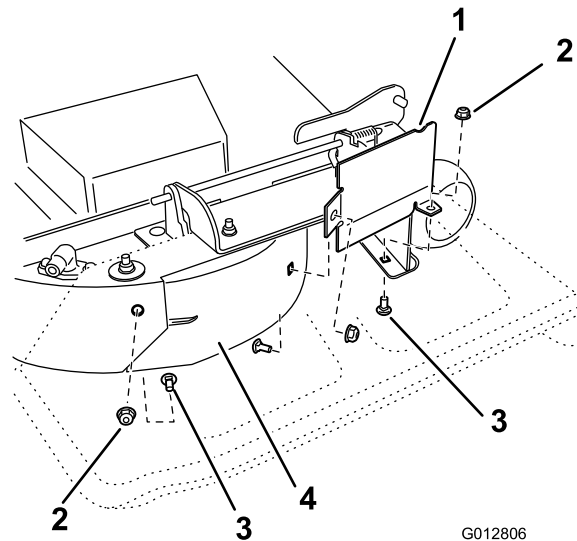

Bild 33
8. Entfernen Sie die Schlosssschraube (5/16" x 3/4") und die Sicherungsmutter (5/16") an der Rückwand des Mähwerks, mit denen das Ablenklech am Mähwerk befestigt ist (Bild 33).
9. Ermitteln Sie den Ablenklechschutz an der vorderen Kante der Seitenauswurföffnung. Entfernen Sie die Befestigungen, mit denen der Ablenklechschutz und das rechte Ablenklech am Mähwerk befestigt sind, siehe Bild 33. Entfernen Sie den Ablenklechschutz und bewahren Sie die Befestigungen auf.